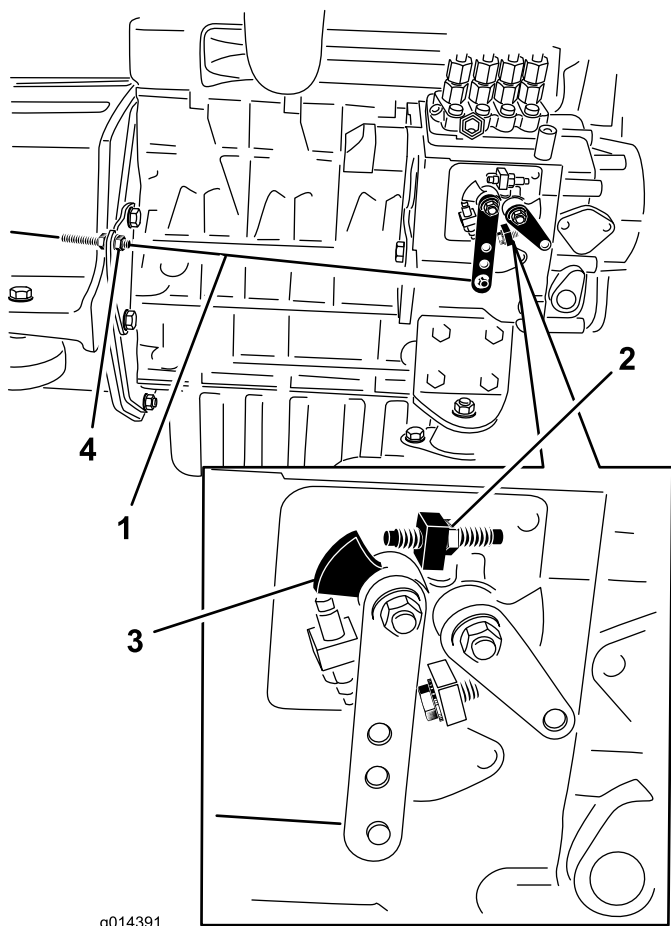

Рисунок 35
2. Проверьте положение рычага переключения скоростного диапазона на топливном насосе. Когда рычаг дроссельной заслонки находится в положении FAST (фиксированном), рычаг переключения скоростного диапазона должен касаться винта высоких оборотов (Рисунок 35).
3. При необходимости положение зажимных гаек тросика дроссельной заслонки можно отрегулировать так, чтобы рычаг переключения скоростного диапазона касался винта высоких оборотов, когда рычаг дроссельной заслонки находится в положении FAST (фиксированном) (Рисунок 35). **Не регулируйте винт высоких оборотов на рычаге управления скоростью.**